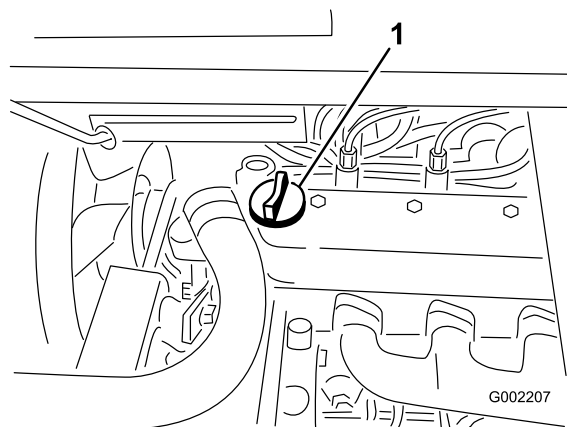

図 40
3. 油量が少なければ、バルブ・カバーの上についている補給口（図 40）を開け、ディップスティックの Full マークまでオイルを補給する；オイルの種類や粘度の選択については「エンジン・オイルについて」を参照。補給するときは、ディップスティックで確認しながら少量ずつ入れる。入れすぎないように注意してください。